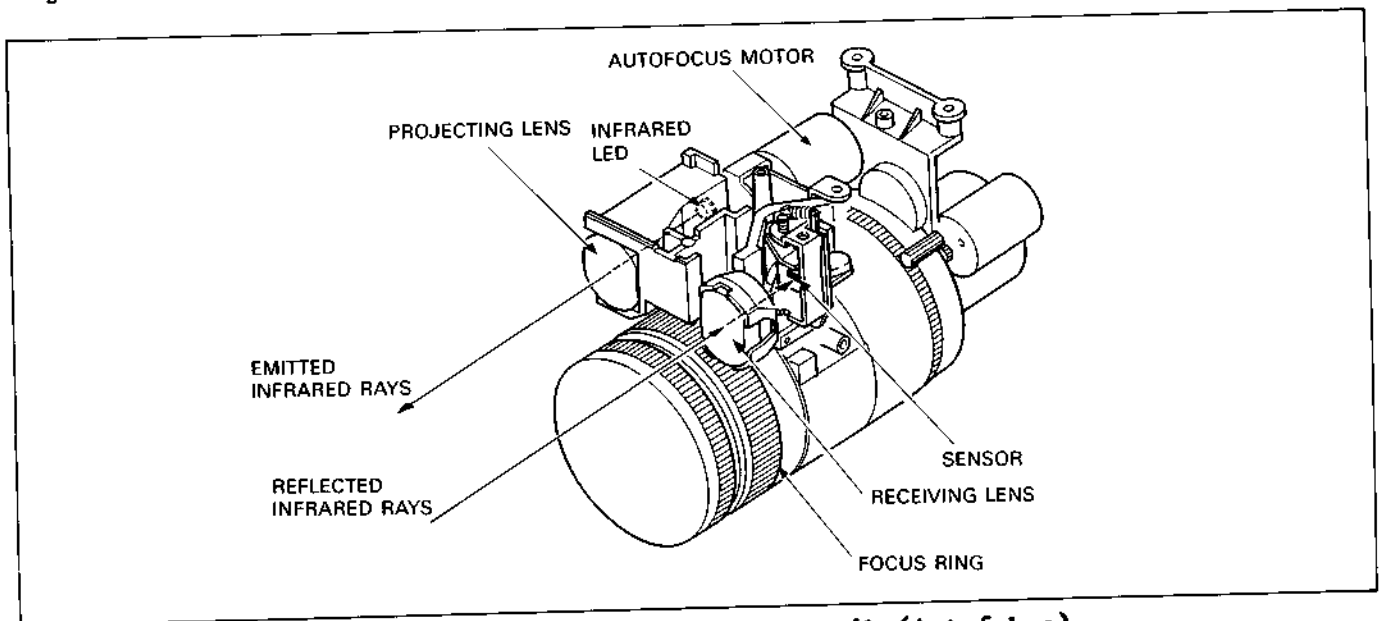

Abb. 2-21 Scharfeinstellautomatik (Autofokus)
3.1 Funktionsprinzip der Scharfeinstellautomatik (Abb. 2.21 und 2.22)